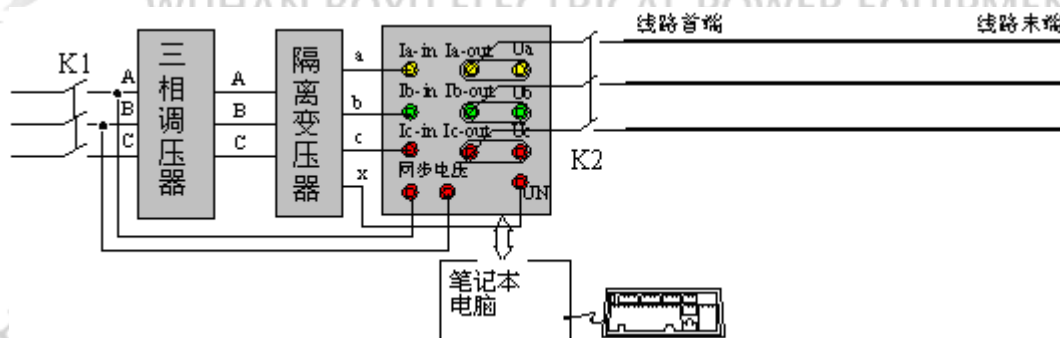

图 3.2.1 外加三相电源正序阻抗测试接线图
- 1、被测线路末端三相短路，首端加三相电源，以内接 TV/TA 为例，按图 3.2.1 接线；